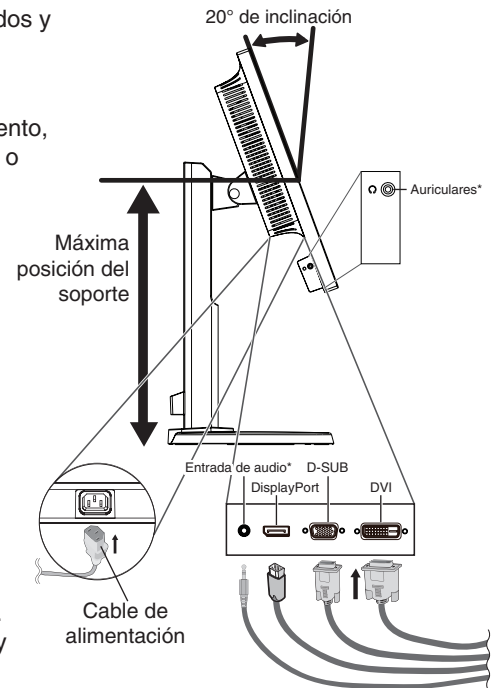

Figura C.1
- Conecte todos los cables en los conectores correspondientes (**figura C.1**).